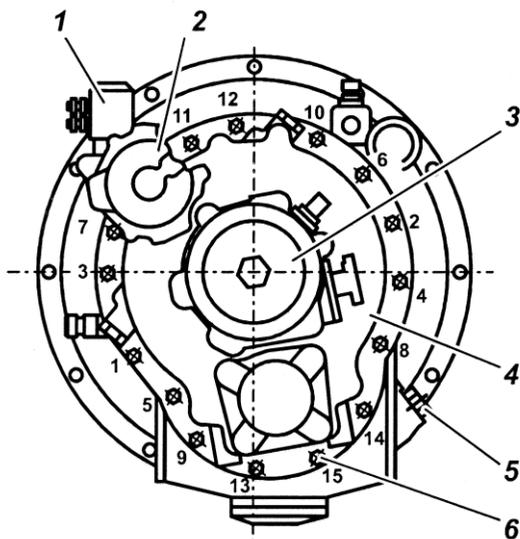

Рис. 103. Последовательность затяжки болтов крепления картера демультипликатора и размещение узлов:
Последовательность затяжки согласно рис. 103.
– Включить высший диапазон в демультипликаторе при вывернутом регулировочном болте поз. 6 (рис. 103), подав воздух под давлением от 784 до 833 кПа ($8...8,5 \text{ кгс/см}^2$) в пневмоцилиндр.